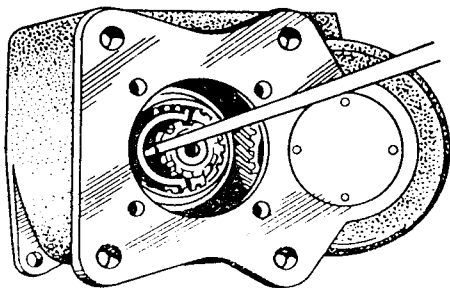

Bild 84. Ausbau des Sicherungsrings für Synchronkörper
6. Sicherungsring für Synchronkörper abnehmen (Bild 84) und Ausgangswelle nach hinten herausnehmen. Hierbei werden alle Räder von der Welle abgesetzt, während das Lager auf der Welle sitzen bleibt.